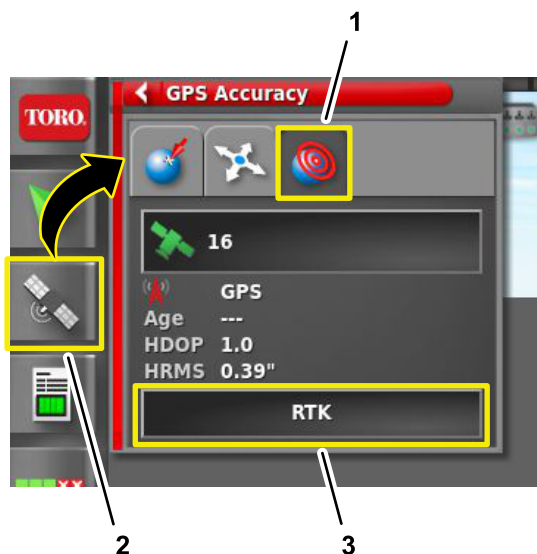

Figura 208
3. Sul quadro di comando di GeoLink, premete l'icona INFORMAZIONI GPS (Figura 208).